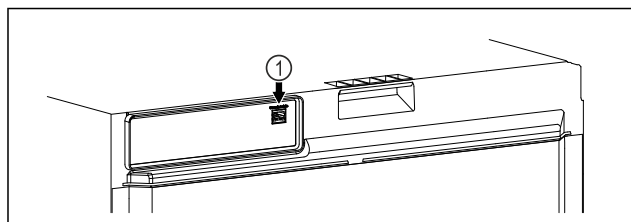

Fig. 110
- ☐ SmartModule Fig. 110 (1) naudojamas.